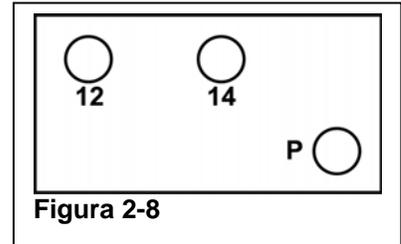

Figura 2-8
- Paso 3. Limpie las superficies de montaje con un paño húmedo. Alinee la salida de aire con la entrada en la tapa de la válvula y enganche el módulo de control a la tapa de la válvula con los cuatro (4) pernos provistos. Aplique una torsión de 5 ft/lb (6,8 Nm).
- Paso 4. Conecte una manguera al adaptador del costado derecho (14) del colector; conecte el otro extremo al puerto de "SALIDA" de la derecha del suspensor. (Consulte Figura 2-8)
- Paso 5. Conecte la segunda manguera al adaptador del costado izquierdo (12) del colector; conecte el otro extremo al puerto de "SALIDA" del suspensor. (Consulte Figura 2-8).
- Paso 6. Conecte la tercera manguera al adaptador más alejado a la derecha (P) del colector; conecte el otro extremo al puerto de "ENTRADA" del centro del suspensor. (Consulte Figura 2-8)